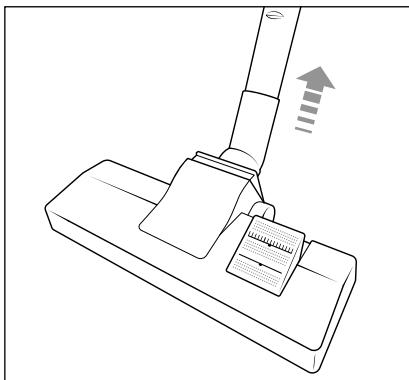

Abb. 7
- Um die Bodenbürste 14 vom Teleskopsaugrohr 16 zu entfernen, ziehen Sie das Teleskopsaugrohr 16 von der Bodenbürste 14 ab (siehe Abb. 7).